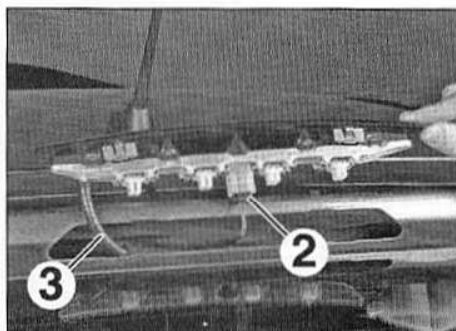

FIG.59
- Dégager le 3^e feu stop (Fig.59).
- le connecteur (2),
- la durit (3).